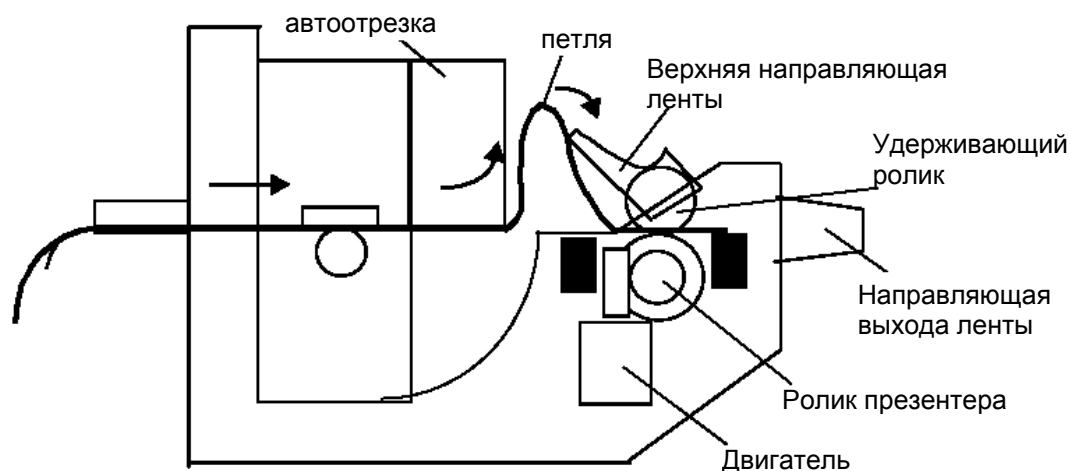

Рисунок 7.4 - Отрезка ленты с петлей
7.5.4 В состоянии, когда конец ленты выходит из механизма печати и находится между роликом презентера и роликом, удерживающим отрезаемую ленту, продолжается подача ленты в механизм печати. Лента упирается в верхнюю направляющую и создает временную петлю (Рисунок 7.4).